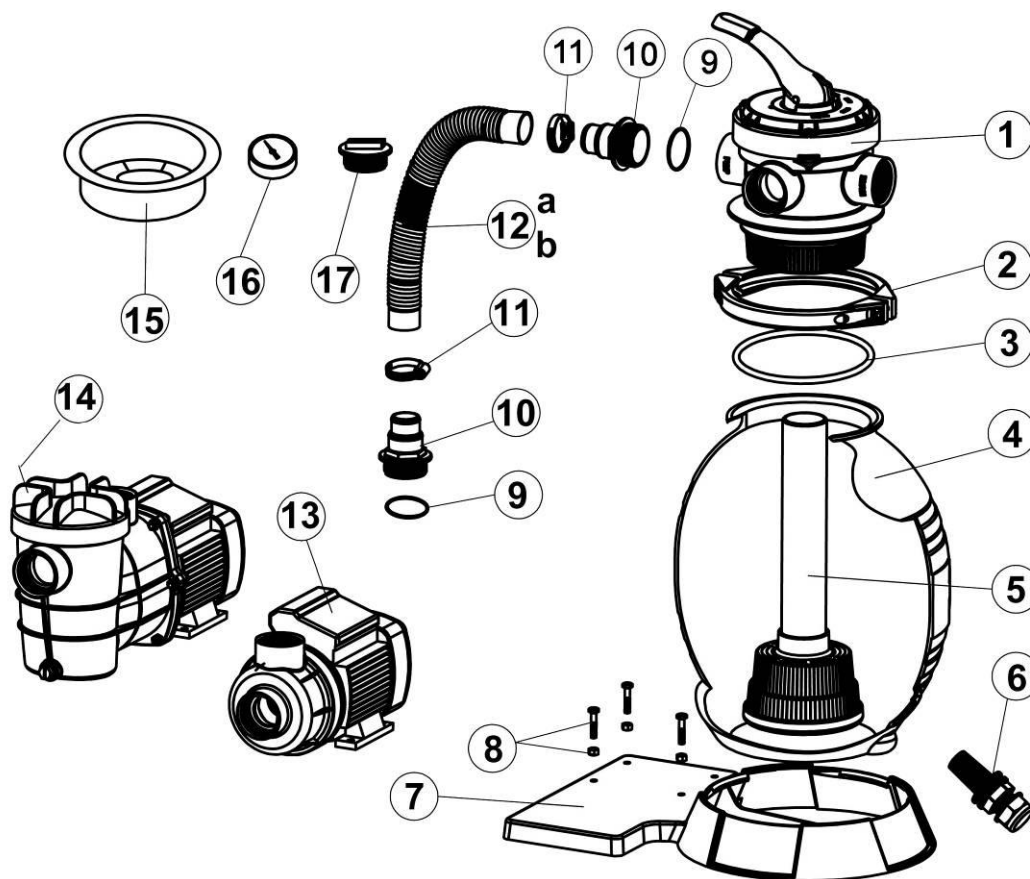

Abb. 9
3. Heben Sie nach Entfernen des Sandinhaltes den Filterkorb mit Ausströmrohr (Abb. 9 / Nr. 5) heraus.
5. Die Montage erfolgt in umgekehrter Reihenfolge. Überprüfen Sie die Dichtung des 4-Wege-Ventil (Abb. 9 / Nr. 3).
7. Setzen Sie den Filterkorb mit Ausströmrohr (Abb. 9 / Nr. 5) wieder ein.